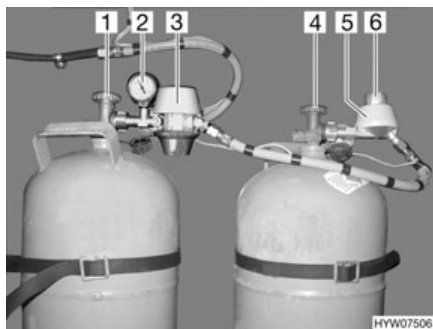
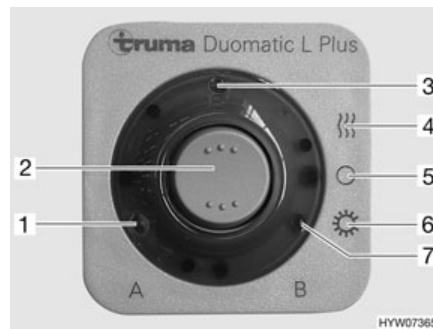

Fig. 97 Instalación de conmutación Duomatic
Fig. 98 Unidad de mando
La instalación de conmutación Duomatic se compone de un regulador central (Fig. 97,3) y de un regulador de conmutación (Fig. 97,5). Con el botón giratorio (Fig. 97,6) en el regulador de conmutación se puede determinar cuál de las bombonas de gas se usará como bombona de servicio y cuál bombona de gas como bombona de reserva.
El manómetro (Fig. 97,2) en el regulador central indica la presión en la bombona de gas, no el nivel de llenado de la bombona de gas. Con el manómetro se puede comprobar la estanqueidad de la bombona de gas.
En la unidad de mando (Fig. 98) únicamente pueden conmutarse las funciones eléctricas. Las llaves de paso principales de las bombonas de gas (Fig. 97,1 y 4) deben abrirse a mano.
- Abrir las llaves de paso principales en las bombonas de gas (Fig. 97,1 y 4).
- Con el botón giratorio (Fig. 97,6) en el regulador de conmutación (Fig. 97,5), seleccionar la bombona de gas de la cual se debe tomar el gas preferentemente (bombona de servicio).
En caso de que el botón giratorio se encuentre en la zona roja, el gas se tomará preferentemente de la bombona de gas con el regulador central (Fig. 97,3).
En caso de que el botón giratorio se encuentre en la zona verde, el gas se tomará preferentemente de la bombona de gas con el regulador de conmutación (Fig. 97,5).
- Conectar la instalación de conmutación Duomatic en la unidad de mando (Fig. 98).
Para ello, ajustar el interruptor basculante (Fig. 98,2) en modo de invierno "On y calentar" (Fig. 98,4) o en modo de verano "On" (Fig. 98,6). Los dos reguladores de presión de gas están ahora desaireados. El piloto (Fig. 98,3) se enciende.
- Poner el interruptor basculante (Fig. 98,2) en "O" (Fig. 98,5). El piloto (Fig. 98,3) se apaga.
- Cerrar las llaves de paso principales en las bombonas de gas (Fig. 97,1 y 4).
Las luces de control en la unidad de mando (Fig. 98) señalizan en el interior del vehículo si las bombonas están dispuestas para el funcionamiento.
- Luz de control "A" (Fig. 98,1): Bombona de gas en el regulador central
- Luz de control "B" (Fig. 98,7): Bombona de gas en el regulador de conmutación